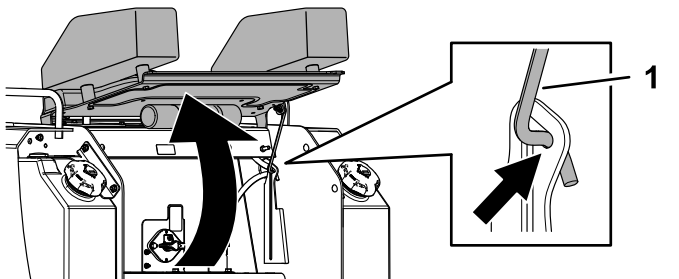

Figure 35
2. Soulevez le capot d'accès arrière et fixez la béquille pour accéder aux composants internes (Figure 35).